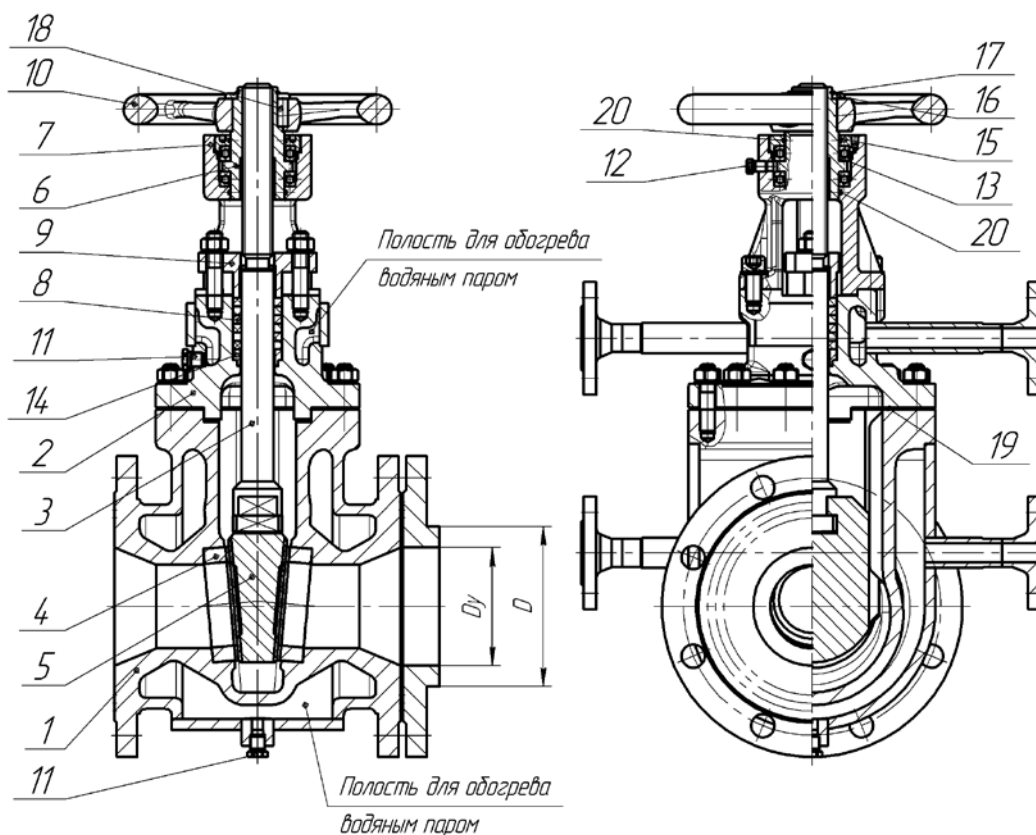

Рис. 28. Задвижка с обогревом
Проточная часть задвижки (рис.28) состоит из корпуса (1) с седлами, крышки (2), запорного органа (клина 5), шпинделя (3) с трапецеидальной резьбой и сальникового уплотнения, состоящего из крышки сальника (9), колец уплотнительных (8) и кольца поднабивочного (14).